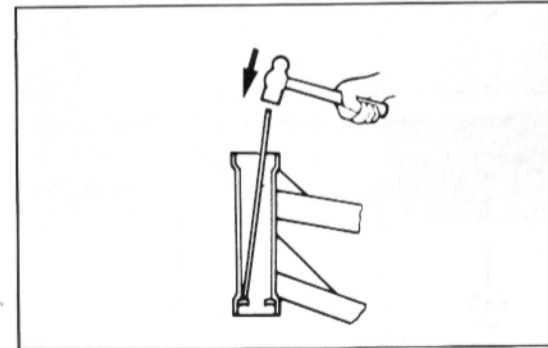

Bild 243
- Laufring auf unterer Gabelbrücke mit Meissel vom Sitz treiben, wobei darunterliegender Staubschutz zerstört wird, siehe Bild 243.